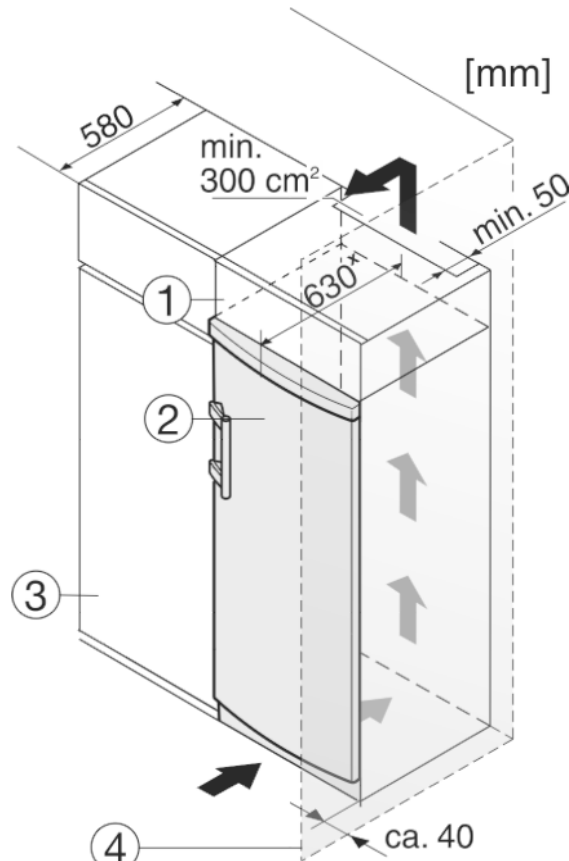

Fig. 9
L'appareil peut être réagencé avec des buffets de cuisine. Pour adapter l'appareil Fig. 9 (2) à la hauteur du coin cuisine, une rehausse Fig. 9 (1) peut être posée sur l'appareil.
Lors de la transformation avec des placards de cuisine (profondeur max. 580 mm), l'appareil peut être placé directement à côté du placard de cuisine Fig. 9 (3). L'appareil dépasse latéralement de 34 mmx et de 50 mmx au centre de l'appareil par rapport à la face avant du placard de cuisine.
Si l'appareil est installé avec les charnières à côté d'un mur Fig. 9 (4), la distance entre l'appareil et le mur doit être de 40 mm min. Ceci correspond à la saillie de la poignée lorsque la porte est ouverte.